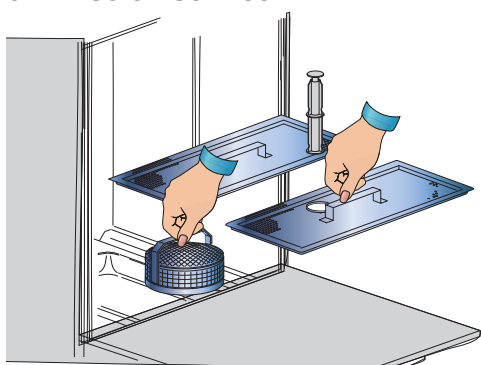

Fig. 1
- Contrôler si le filtre d'aspiration de la pompe est bien placé dans son propre siège au fond de la cuve (voir fig. 1).
- Introduire le trop plein dans son logement situé à l'intérieur du filtre d'aspiration de la pompe (voir fig. 1).
- Introduire les filtres de surface (voir fig. 1).